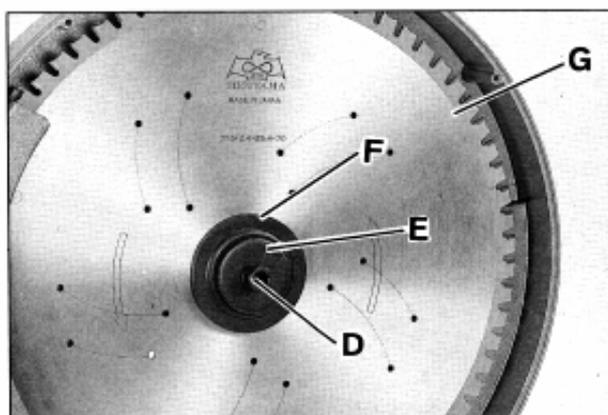
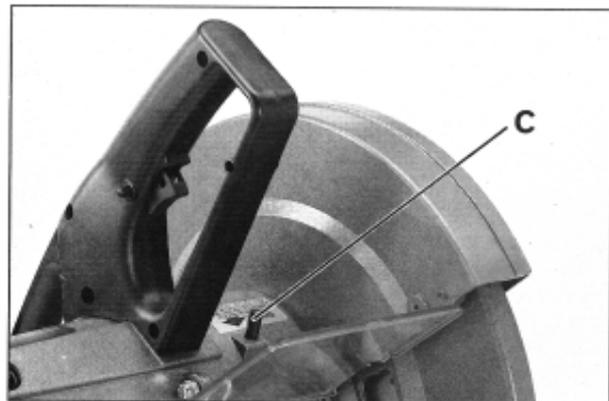

Abb.18
Abb.17
4. Avec la clé à douille hexagonale de 8 mm fournie, desserrer la vis d'arbre (D), Fig.18, en tournant à gauche, puis enlever la vis d'arbre (D), la rondelle (E), le flasque de lame extérieur (F) et la lame (G).
6. Installer une nouvelle lame (G), Fig.18, et s'assurer que les dents de la lame sont orientées vers le bas, puis commencer le remontage : flasque extérieur (F), rondelle (E) et vis d'arbre (D). Serrer la vis d'arbre (D) à droite.
**AVERTISSEMENT:** S'assurer que le blocage d'arbre (C), Fig.17, est dégagé et que la clé à douille hexagonale de 8 mm est enlevée avant de mettre la machine en marche.
3. Enfoncer le blocage d'arbre (C), Fig.17, et faire tourner en même temps la lame (G) à la main , Fig.18, jusqu'à enclenchement du blocage d'arbre.